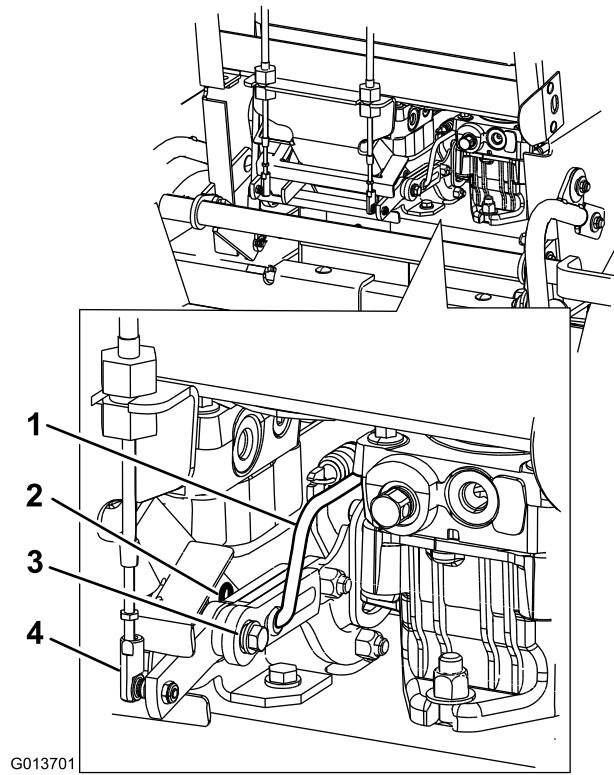

Figure 2
- 3. Retirez la goupille fendue et la rondelle de la timonerie de commande existante. Déposez la timonerie de commande existante des fourches et du bras de pompe (Figure 2).
- 4. Détachez le bout du câble de la fourche (Figure 2).
- 5. Détachez le bout du câble du câble (Figure 2).
- 6. Retirez le boulon, l'écrou, l'entretoise et les rondelles de la fourche et des supports de contacteur supérieur et inférieur (Figure 2).